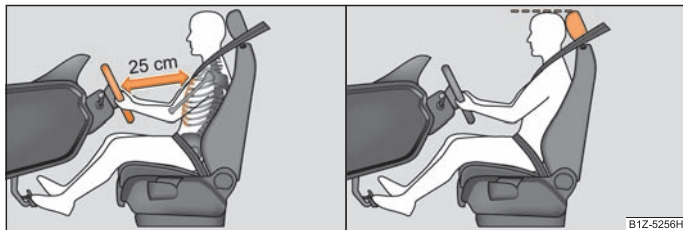

Fig. 129 Distanța corectă dintre șofer și volan/Reglarea corectă a tetierei șoferului
- Reglați astfel scaunul șoferului încât distanța dintre volan și torace să fie de cel puțin 25 cm ⇒ fig. 129 - stânga.
- Reglați tetierele astfel încât marginea superioară a tetierei să se afle la aceeași înălțime cu partea superioară a capului dumneavoastră ⇒ fig. 129 - dreapta.
- Între șofer și volan trebuie să existe o distanță de cel puțin 25cm → pagina 136, fig. 129 stânga. Dacă nu se respectă această distanță, sistemul airbag nu își poate exercita eficiența maximă. Pericol!
- Reglați tetierele astfel încât marginea superioară a tetierei să se afle la aceeași înălțime cu partea superioară a capului dumneavoastră → pagina 136, fig. 129 - dreapta.
- Reglați tetierele astfel încât marginea superioară a tetierelor să se afle la aceeași înălțime cu partea superioară a capului dumneavoastră → pagina 136, fig. 129 - dreapta.